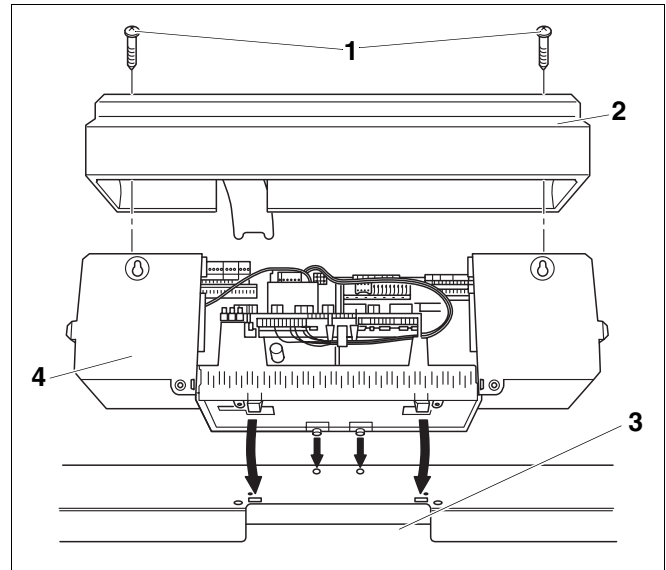
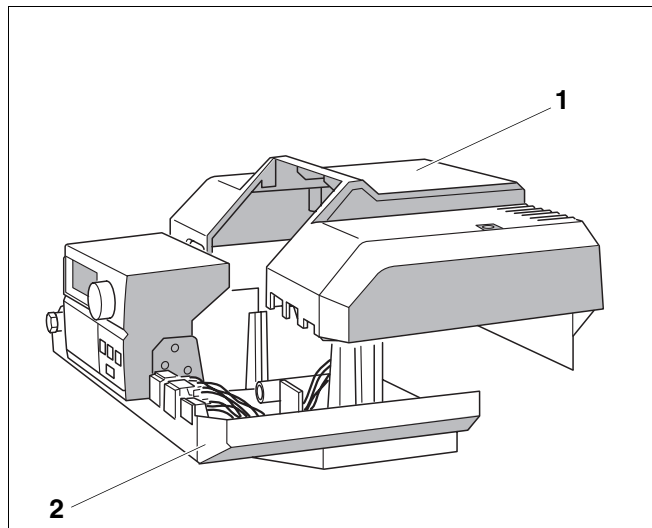

Fig. 14 Deschideți și atașați sistemul de reglare Logamatic 4000
Fig. 21 Introduceți capacul de acoperire al clemelor
- Deșurubați cele două șuruburi (Fig. 14, **Poz. 1**) de sus ale carcasei cu cleme (Fig. 14, **Poz. 2**) și ridicați capacul.
- Aparatul de reglare se înclină ușor în față și se poziționează astfel încât cîrligele de fixare să pătrundă în găurile ovale. Aparatul de reglare se împinge ușor în față iar apoi în spate pînă ce cîrligele elastice se fixează (Săgețile -Fig. 14).
- Conducta capilară este trecută prin locul special prevăzut (Fig. 14, **Poz. 3**) iar restul din lungimea ei se va rula.
- Capacul de acoperire al clemelor (Fig. 21, **Poz. 1** și Fig. 14, pagina 32, **Poz. 2**) trebuie poziționat și fixat (Fig. 21, **Poz. 2** și Fig. 14, pagina 32, **Poz. 4**) aparatul de reglare.